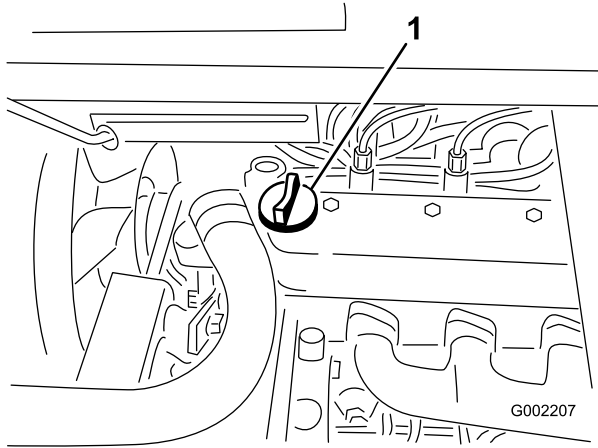

図 16
3. 油量が少なければ、バルブ・カバーの上についている補給口（図 16）を開け、ディップスティックの Full マークまでオイルを補給する；オイルの種類や粘度の選択については「エンジンの保守」の章の「エンジン・オイルについて」を参照。補給するときは、ディップスティックで確認しながら少量ずつ入れる。入れすぎないように注意してください。